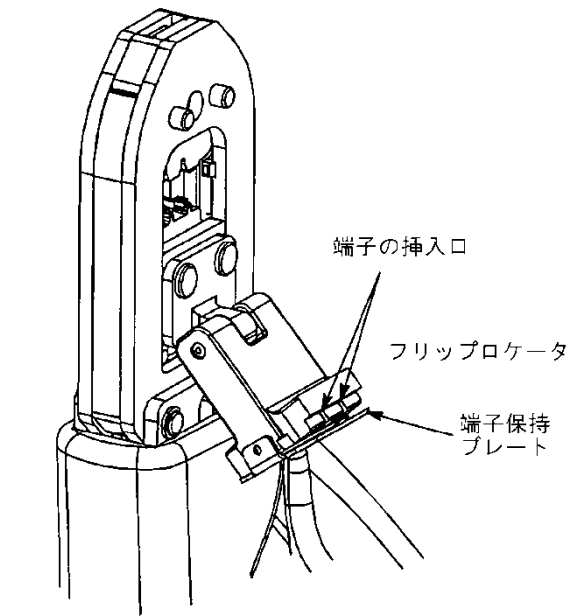

Figure 2
3. フリップロケータを端子が挿入できる状態にします。（Fig.2 参照）端子のバレルを保持して、端子保持プレートを押して開き、端子の接合部を端子の挿入口に挿入します。必ず工具正面に刻印された電線サイズに合う位置に挿入して下さい。端子挿入後端子保持プレートを閉じます。フリップロケータを 90° 上に回転させます。端子バレルの上下方向が正しいことを確認して下さい。